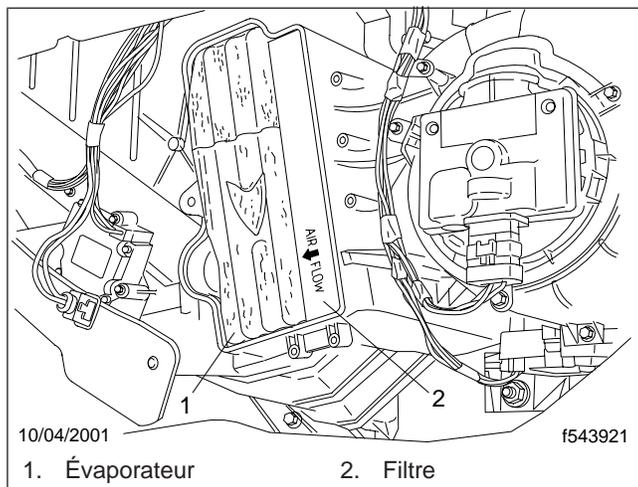

Fig. 2, Filtre du bloc HVAC
6. Installez un nouveau filtre dans le bloc HVAC. Assurez-vous que la flèche sur le filtre pointe vers l'évaporateur. Voir la figure 2.